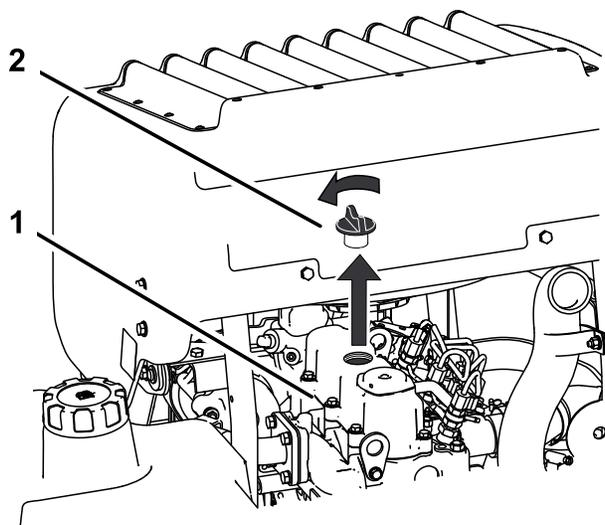

**Figure 54**
1. Basculez le siège en avant et déposez le panneau avant du moteur (Figure 54).